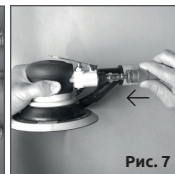

Рис. 7
- Снимите крышку с фитинга подачи воздуха инструмента и подсоедините к фитингу шланг подачи воздуха (см. рис. 7). Установите давление воздуха на уровне 6,3 Бар (90 psi).